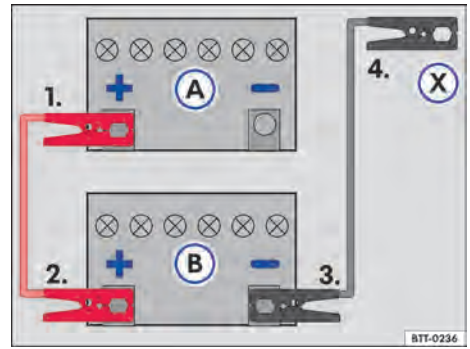

Fig. 150 Esquema para a conexão dos cabos auxiliares de partida: bateria do veículo descarregada (A) e bateria do veículo fornecedora de corrente (B).
Legenda para → Fig. 150:
- Conectar uma extremidade do cabo auxiliar de partida *vermelho* ao polo positivo → Fig. 150 (+) do veículo com a bateria do veículo descarregada (A) → ⚠️.
- Conectar a outra extremidade do cabo auxiliar de partida *vermelho* ao polo positivo (+) da bateria do veículo fornecedora de corrente (B).
- Conectar uma extremidade do cabo auxiliar de partida *preto* ao polo negativo (-) da bateria do veículo fornecedora de corrente (B).
- Conectar a outra extremidade do cabo auxiliar de partida *preto* (X) no veículo com a bateria do veículo descarregada em uma peça maciça de metal aparafusada firmemente ao bloco do motor ou no próprio bloco do motor - porém não nas proximidades da bateria (A) → ⚠.